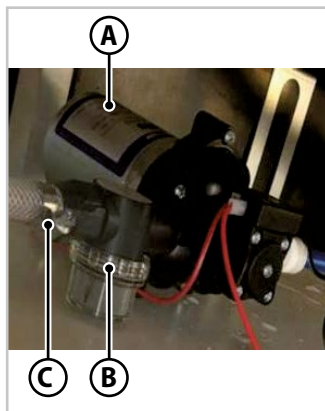

Abb.7.1 - Externer Wasserpumpenfilter
3. Um an die Wasserpumpe (**A** - Abb.7.1) zu gelangen, entfernen Sie die Kissen von der Couch der Dinette und nehmen Sie den Deckel des Trinkwassertank-Stauraums ab.
4. Den Kunststoffanschluss (**C** - Abb.7.1) lösen, der den Filter mit der Ablassleitung verbindet.
5. Schrauben Sie den durchsichtigen Deckel (**B** - Abb.7.1) des Filters ab